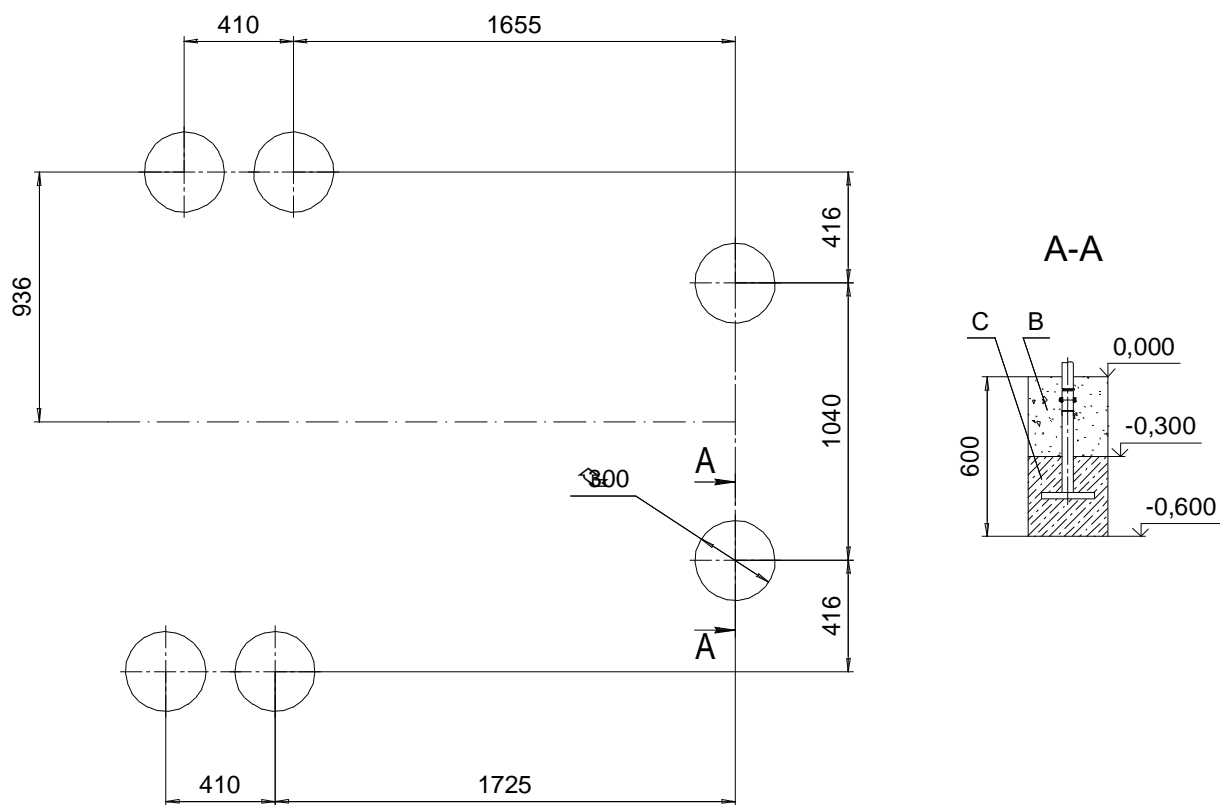

Рис.5
10.3.8 Установить КОМПЛЕКС в подготовленные ямы. Проверить горизонтальность установки комплекса, используя строительный уровень. Забетонировать (бетон В15; V=0,2 м³) согласно схеме (Рис.5); С – бетон, В – песок.